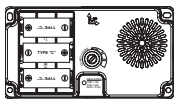

Figure 3
3. **Insérez 3 piles alcalines C (non incluses) dans la base de carillon.** Assurez-vous que les piles sont insérées conformément au diagramme situé à l'intérieur du carillon (voir la Figure 3).